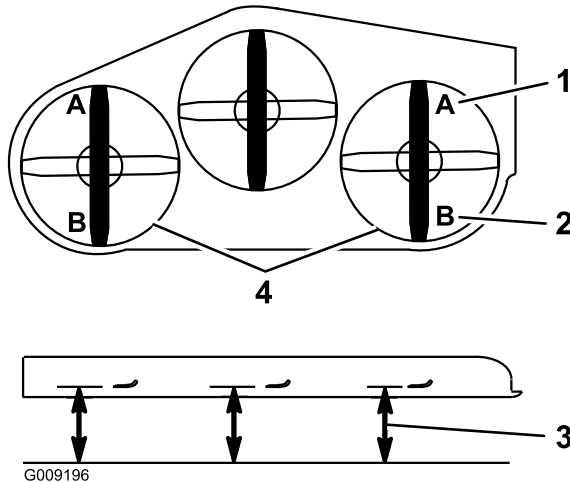

Figura 117
9. En ambos lados de la carcasa, mida desde la superficie nivelada hasta la punta delantera de la cuchilla (Posición A), según se muestra en Figura 117.
15. En ambos lados de la carcasa, mida desde la superficie nivelada hasta la punta trasera de la cuchilla (Posición B), según se muestra en Figura 117.